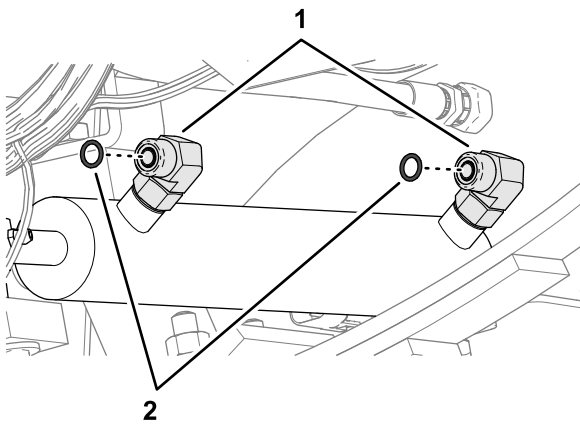

Figura 122
3. Retire las 2 juntas tóricas de las caras de los acoplamientos de 90° en los orificios de extensión y retracción del cilindro de dirección (Figura 122).
4. Instale 2 juntas tóricas nuevas de 9.2 mm/1.8 mm (0.364"/0.070") en las ranuras de los acoplamiento de 90° (Figura 122).